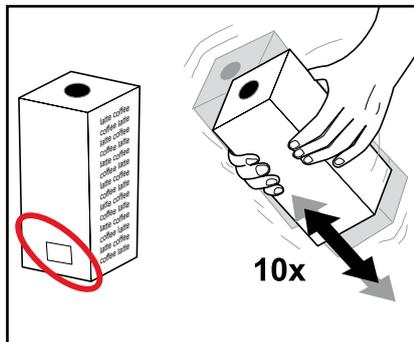

Fig. 2
- Observe a validade do produto indicada na embalagem. (Fig. 2)
2. Agite o pacote de produto no mínimo 10 vezes antes de colocá-lo na máquina. (Fig. 2)